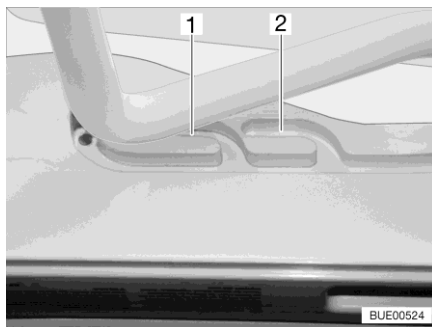

Fig. 30 Guía (posición de ventilación)
La claraboya inclinable se puede colocar en dos posiciones de ventilación: Posición de mal tiempo (Fig. 30,1) y posición mediana (Fig. 30,2).
- Presionar el estribo ligeramente hacia arriba y empujarlo en la guía seleccionada (Fig. 30,1 ó 2).